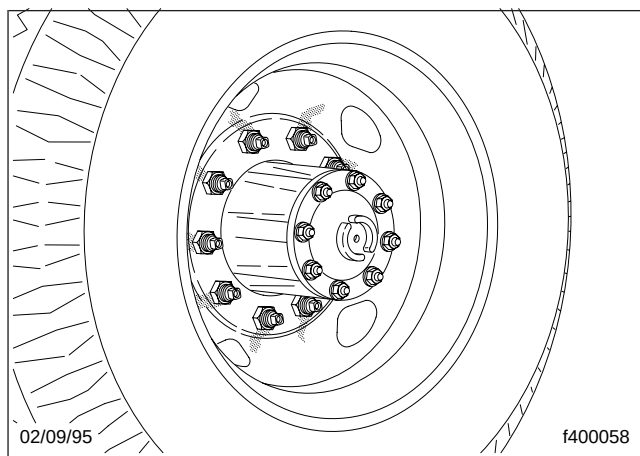
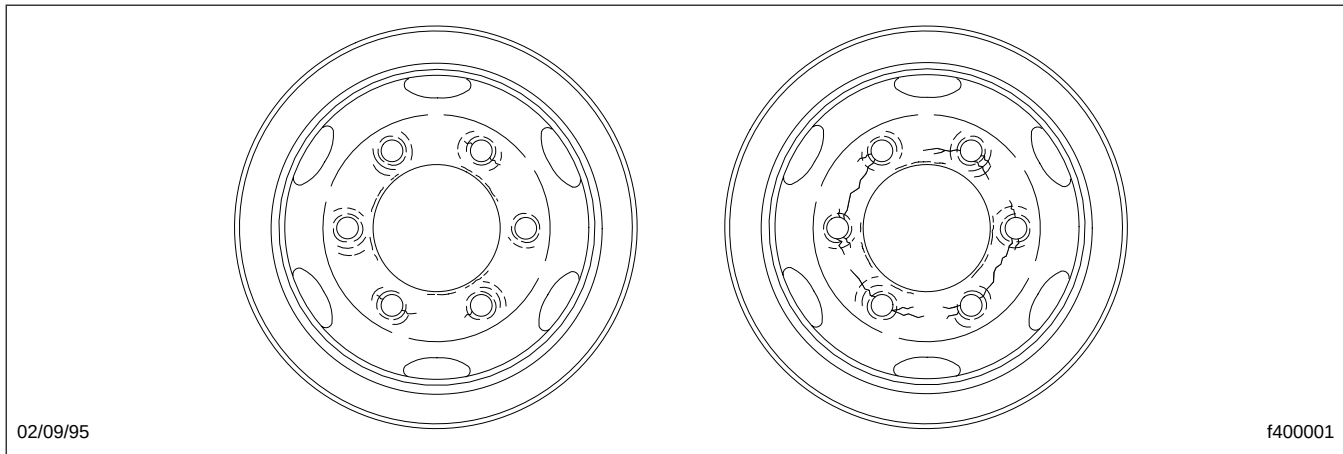

Figura 11.5, Vetas de suciedad y de óxido en los orificios de los pernos prisioneros
Figura 11.6, Orificios de los pernos prisioneros desgastados
- 21.1 Elimine toda la suciedad y material extraño del ensamble. Las tuercas de rueda flojas pueden dar por resultado vetas de suciedad o de óxido en los orificios de los pernos prisioneros, acumulación de metal alrededor de los orificios de los pernos prisioneros u orificios ovalados o desgastados de los pernos prisioneros. Vea la Figura 11.5 y la Figura 11.6.